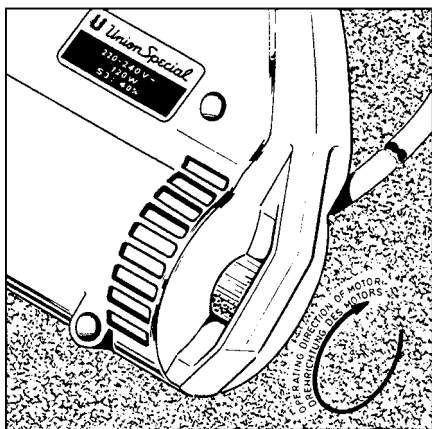
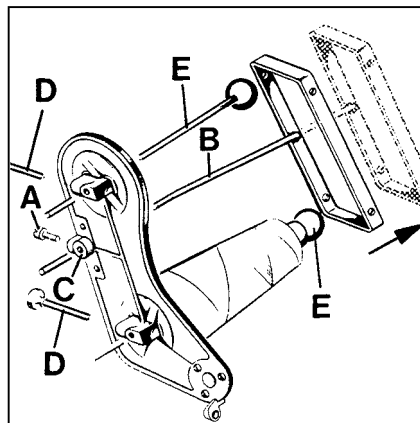

Fig.2
Fig.3
Check by turning the motor handwheel in operating direction (see Fig. 2) if the machine works. A slight resistance will be felt as the feed dog rises. Loosen screw (A, Fig. 3) and set thread rod (B) so that its lower end is flush with the underside of thread cone support (C). Retighten screw (A).
Prüfen Sie durch Drehen des Motor-Handrades in Drehrichtung (siehe Fig. 2), ob die Maschine arbeitet. Beim Hochgehen des Transporteurs wird ein leichter Widerstand spürbar.
Lösen Sie die Schraube (A, Fig. 3), und stellen Sie die Fadenstange (B) so, daß ihr unteres Ende mit der Unterseite des Garnrollenträgers (C) bündig ist. Ziehen Sie die Schraube (A) wieder an.
Loosen thumb screw(s) (D, Fig. 3) in the thread cone support, pull out the spool pin(s) (E) and remove the empty thread cone(s).
Lösen Sie die Rändelschraube(n) (D, Fig. 3) im Garnrollenträger, ziehen Sie den (die) Spulensstift(e) heraus und entfernen Sie die leere(n) Garnrolle(n).